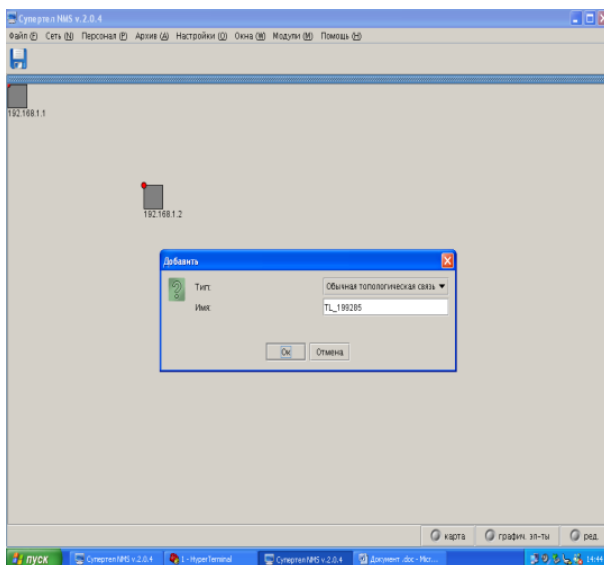

Рис. 26
13. Выбрать тип «Обычная топологическая связь», имя «TL_199295», как показано на рис. 26.